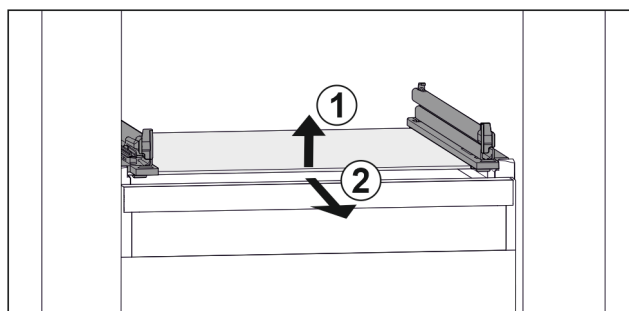

Fig. 109 Eksempel på fremstilling av glassplaten
- ▶ Løft opp glassplaten foran. Fig. 109 (1)
- ▶ Ta ut glassplaten fremover. Fig. 109 (2)